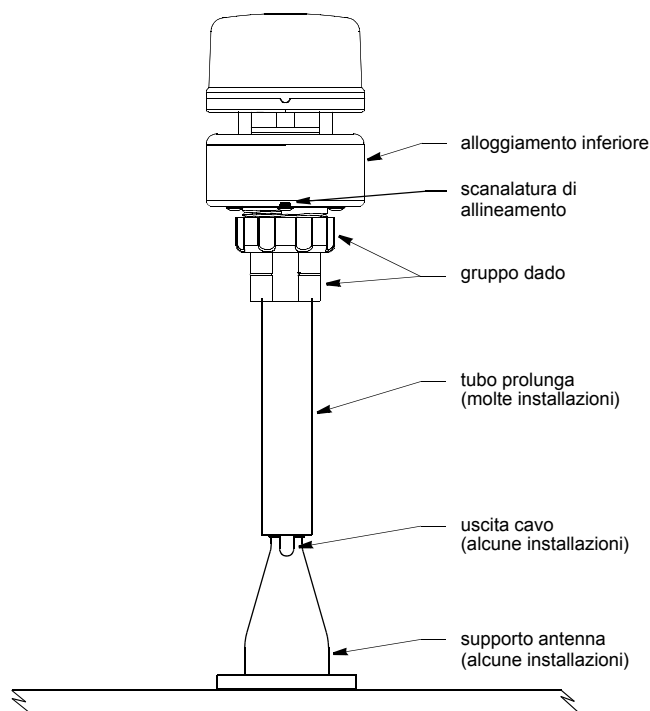

Figura 4. Installazione (modello illustrato: 150WX)
2. Posizionate i componenti per il montaggio perpendicolarmente alla superficie di installazione. Se necessario, livellate la superficie di installazione mediante tasselli (Figura 4).
6. Se necessario, avvitate un tubo di prolunga sul supporto dell'antenna (Figura 4).
5. Fate scivolare il dado prigioniero verso l'alto e avvitatelo sull'alloggiamento inferiore dello strumento WeatherStation (Figura 4 e 5). Stringete esclusivamente a mano. **Non stringete eccessivamente.** Evitate di ruotare lo strumento WeatherStation modificandone l'allineamento e di allentare il fissaggio del gruppo dado sul supporto dell'antenna o sul tubo di prolunga.